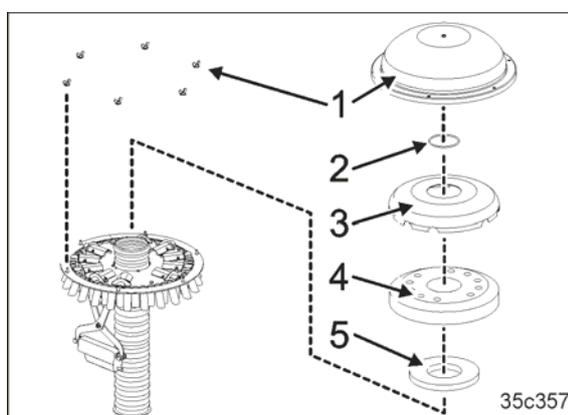

Fig. 211
6. Déposez le capot extérieur du distributeur (Fig. 211/1).
7. Déposez la bague (Fig. 211/2).
8. Déposer le capot intérieur du distributeur (Fig. 211/3).
9. Démontez l'insert en mousse (Fig. 211/4) et la bague d'étanchéité (Fig. 211/5).